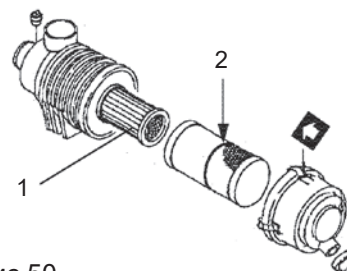

Рис.50
4. Если воздушный фильтр оснащен двойным элементом, снимайте и заменяйте внутренний элемент (1, Рис. 50) только в том случае, если двигателю не хватает мощности или срабатывает индикатор пыли (при наличии).
Если на внешнем элементе есть красная линия (2, Рис. 50), вставьте элемент повторно до перекрытия красной линии и торцевой поверхности корпуса воздушного фильтра.
Если воздушный фильтр оснащен двойным элементом, снимайте и заменяйте внутренний элемент (1, Рис. 50) только в том случае, если двигателю не хватает мощности или срабатывает индикатор пыли (при наличии).